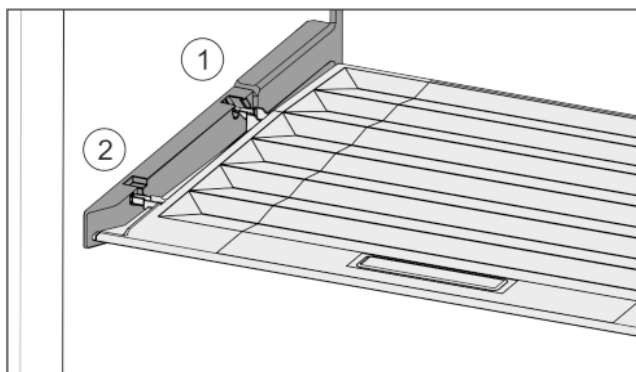

Fig. 27
- ▶ Вставить поперечные ребра крышки через отверстие заднего держателя Fig. 27 (1) и защелкнуть спереди в держателе Fig. 27 (2).